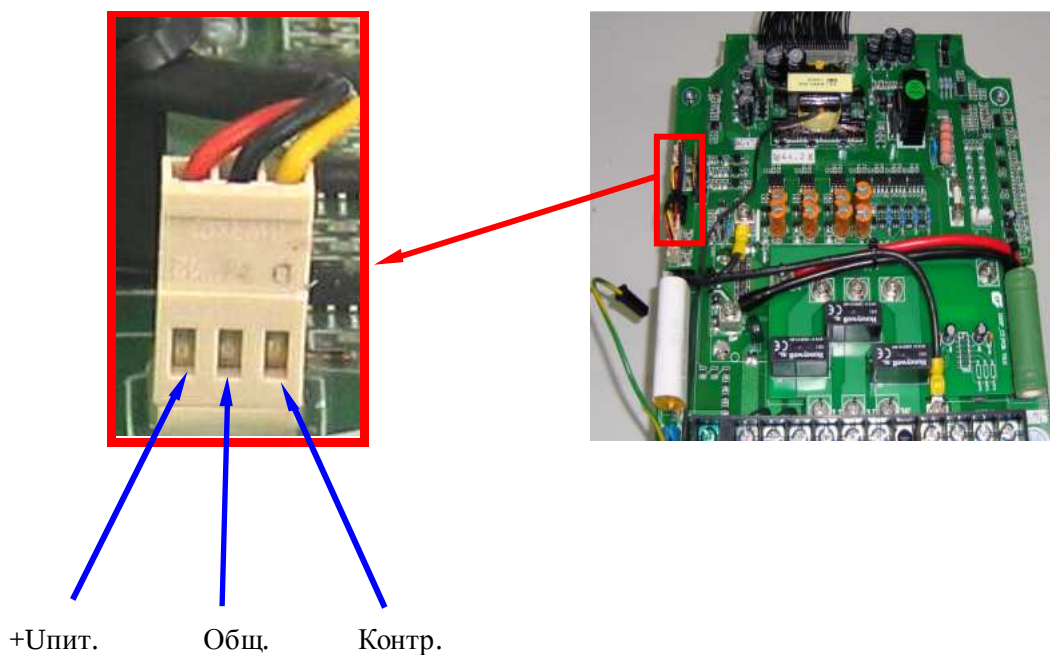

Рис. 4.10. Диагностика вентиляторов.
4.10.5. В случае появления сообщения об ошибке «ОН2» поочередно измерить напряжение на разъемах FAN 1... FAN 4 между выводами Общ и Контр. (см. рис. 4.10). У исправного вентилятора напряжение при работе должно составлять менее 1 В. Если напряжение составляет 13...18 В - вентилятор неисправен.